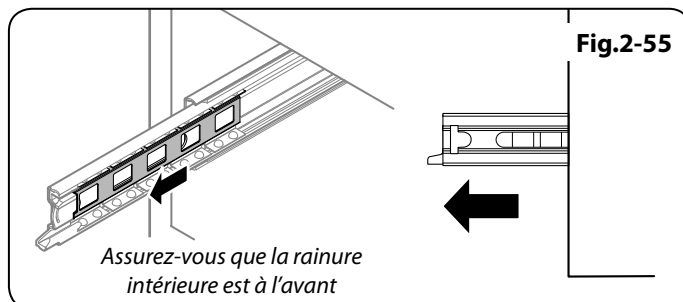

Fig.2-55
**Elan seulement :** Faites glisser les rails latéraux jusqu'à ce qu'ils soient complètement étendus (**Fig.2-55**).